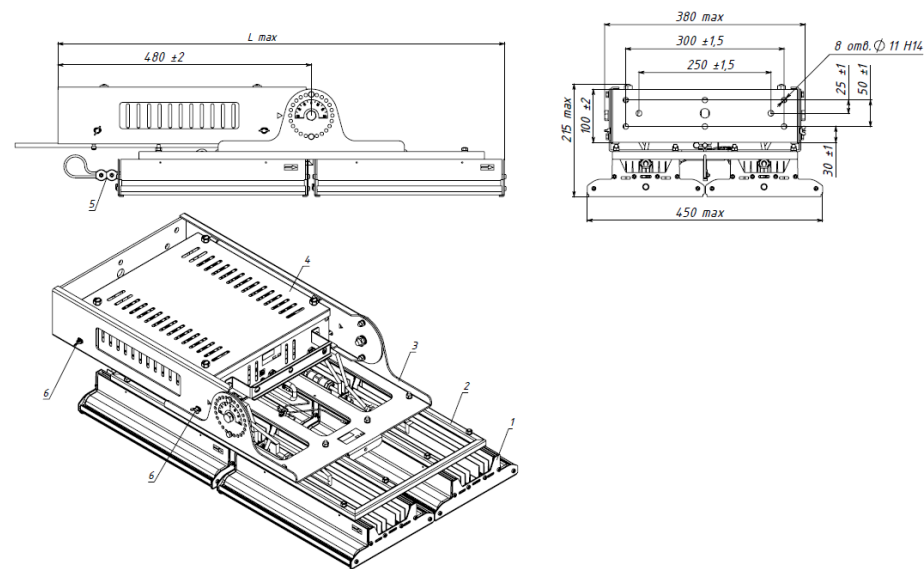
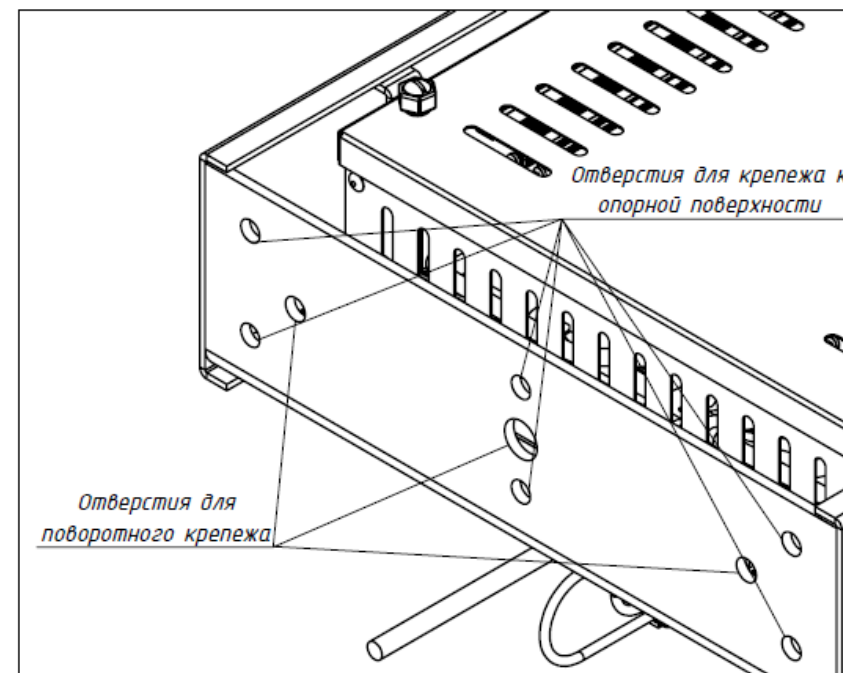

Рисунок 1
Рисунок 2
6.2.1 Закрепить лиру прожектора (рис. 1, поз. 3) к опорной поверхности. Для крепления лиры прожектора использовать отверстия диаметром 11 мм., равноудаленные от центра лиры на расстоянии 150 мм. Крепёжные соединения должны быть затянуты с усилием не менее 30 Н·м. Крепёж в комплект поставки прожектора не входит. Рекомендуемый крепёж для крепления к металлоконструкциям (рис. 2):
6.2.2 Прожектор возможно установить на поворотные кронштейны. В таком случае, монтаж осуществляется в отверстия поворотного крепежа, два из которых, диаметром 11 мм, равноудаленные от центра лиры на расстояние 125 мм. и центральное отверстие диаметром 18 мм. (рис. 2). Рекомендуемый крепеж:
6.3 Прожектор состоит из нескольких сегментов: световой части (рис. 1, поз. 1), рамы (поз. 2), поворотной лиры (поз. 3), блока питания (поз. 4) и страховочного троса (поз. 5). Для подготовки прожектора к работе необходимо:
6.4 Обеспечение защиты от падения. Для исключения возможности падения прожектора, в случае не предусмотренных условиями эксплуатации механических нагрузок, в комплект прожектора входит защита от падения. Защита от падения (рис. 1 поз.5) должна быть установлена независимо от типа основного крепления прожектора. Защита от падения выполнена в виде троса с зажимом (рис.5). Порядок установки защиты от падения: